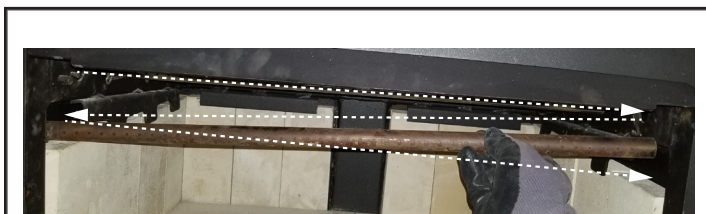

Figure 17 Dépose du tube d'air avant
2. Retirez le tube d'air en le faisant glisser dans l'espace à droite, puis en le faisant glisser vers la gauche et partiellement vers l'avant, et enfin en le faisant glisser vers la droite et en le faisant sortir de la chambre de combustion. Dans l'ensemble, ces déplacements ressemblent à la lettre Z. Voir la figure 17.